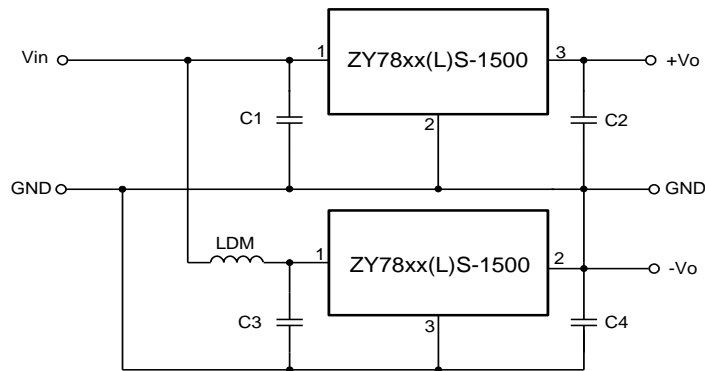

图 3 正负输出并联应用电路图
应用两个 ZY78xx(L)S-1500 模块，可以连接成正负输出应用电路，如图 3 所示。C1、C2、C3、C4 的取值如表 1 所示。
- (1) 外接电容尽量靠近产品的引脚端；
- (2) 当产品用于图 3 所示的正负输出并联应用电路时，可增加感量为 10-15 $\mu$ H 的电感 LDM 以减小产品相互间的干扰；
- (3) 此产品输出端不能并联使用。